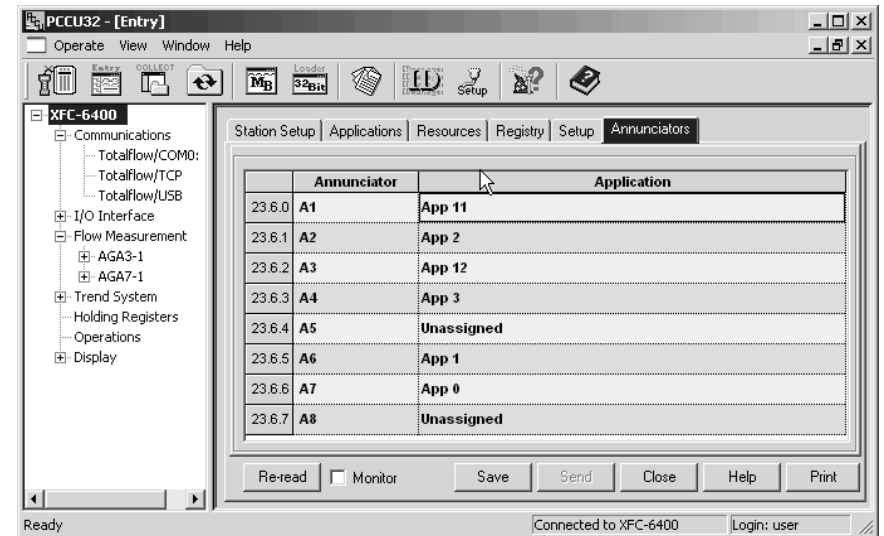

Figura 9. (Atribuições do anunciador)
**Observação:** Os aplicativos nos dispositivos XSeriesG4 podem ser atribuídos para qualquer anunciador. Para verificar as atribuições atuais, veja *Anunciadores (Annunciators)* em *Exibição (Display)* no Modo de *Entrada (Entry Mode)* da PCCU32. (Veja a Figura 9)